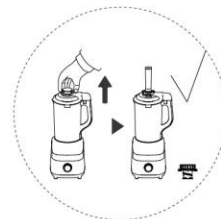

图2
- 18 严禁将搅拌棒直接伸入杯体中使用，以免损坏刀片、电机或发生事故。需打开杯盖中间的投料盖，将搅拌棒穿过投料孔使用（见图2）。